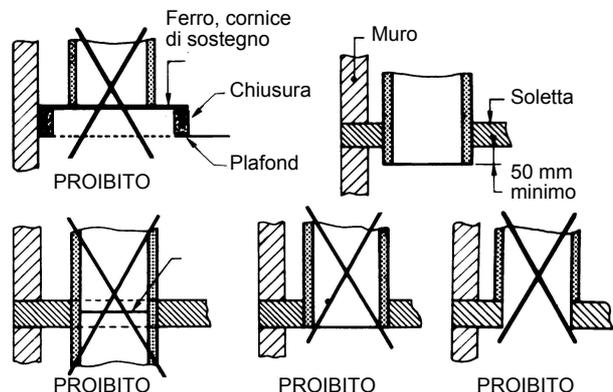

Fig. 7 - Sbocco della canna fumaria 50 mm minimo sotto il soffitto (D.T.V. 24.2.2)
- sbocco del condotto di almeno 5 cm in rapporto al soffitto (fig. 7)